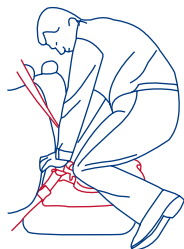

Fig. 40-3
5. La instalación apropiada del Asiento de Seguridad ó Base requiere que el cinturón de seguridad esté muy ajustado. Para apretar el cinturón de seguridad, empuje hacia abajo con fuerza con su rodilla ó mano sobre el Asiento de Seguridad ó Base mientras jala y aprieta el cinturón de seguridad. **Verifique que el cinturón de seguridad no esté flojo en cualquier lado del Asiento de Seguridad ó Base, ó en ninguna parte a lo largo del camino del cinturón, y que el cinturón esté ajustado de punta a punta.** (Fig. 40-3 and 40-4)